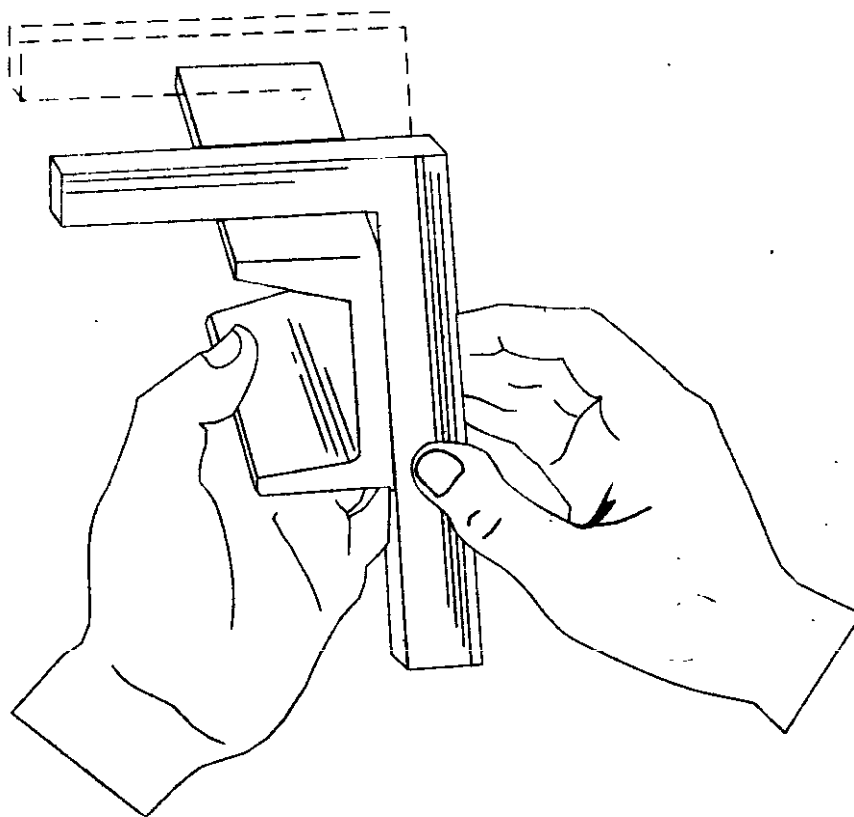

Рис. 9. Проверка углов обрабатываемой детали
**Угольник** служит для проверки наружных и внутренних прямых углов. При проверке наружного угла накладывают угольник на деталь внутренней частью, а при проверке внутреннего угла — наружной частью (рис. 9). Наложив угольник одной стороной на проверяемую деталь и слегка прижимая его к ней, совмещают другую сторону угольника с обрабатываемой стороной детали и по образовавшемуся между ними просвету судят о правильности прямого угла.